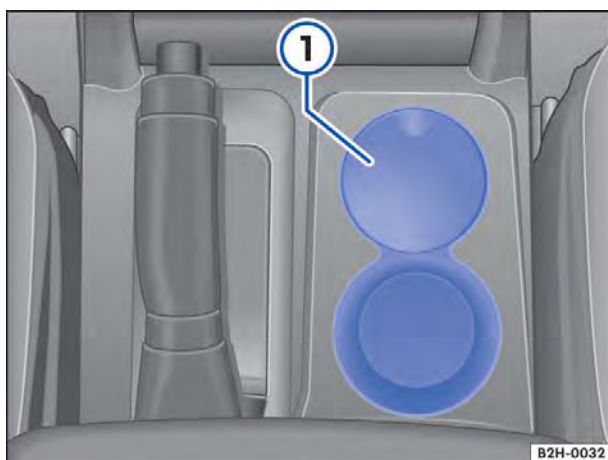

Fig. 140 No console central: cinzeiro.
- Retirar o cinzeiro ⇒ Fig. 140  e esvaziar.